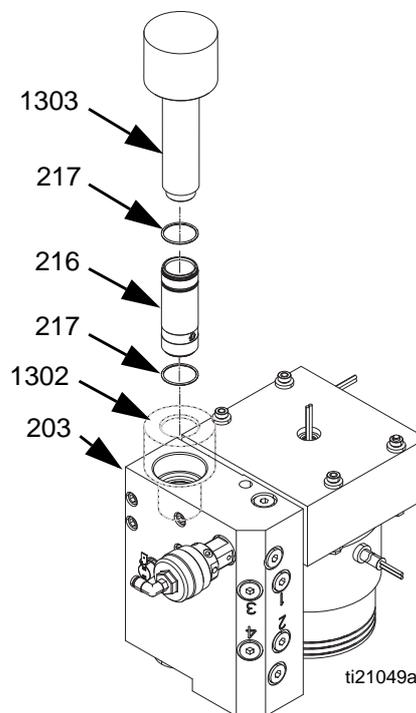

FIG. 34
2. Placer l'outil femelle d'installation du cylindre (1302) dans le collecteur de sortie du compartiment de fusion (203) afin de protéger les joints des filetages tranchants. Voir FIG. 34.